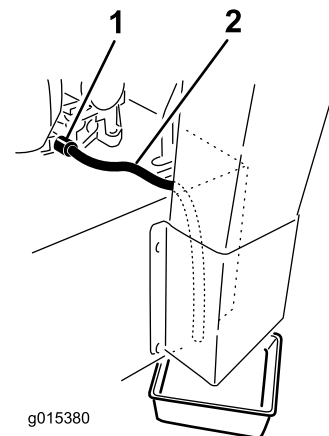

Bild 37
5. Stellen Sie eine Auffangwanne unter den Ablassschlauch. Drehen Sie das Ölablassventil, damit das Öl ablaufen kann (Bild 37).